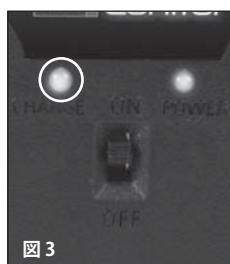

図3
4. その後、充電中を示すパワーLEDが緑に光ります(図3)。